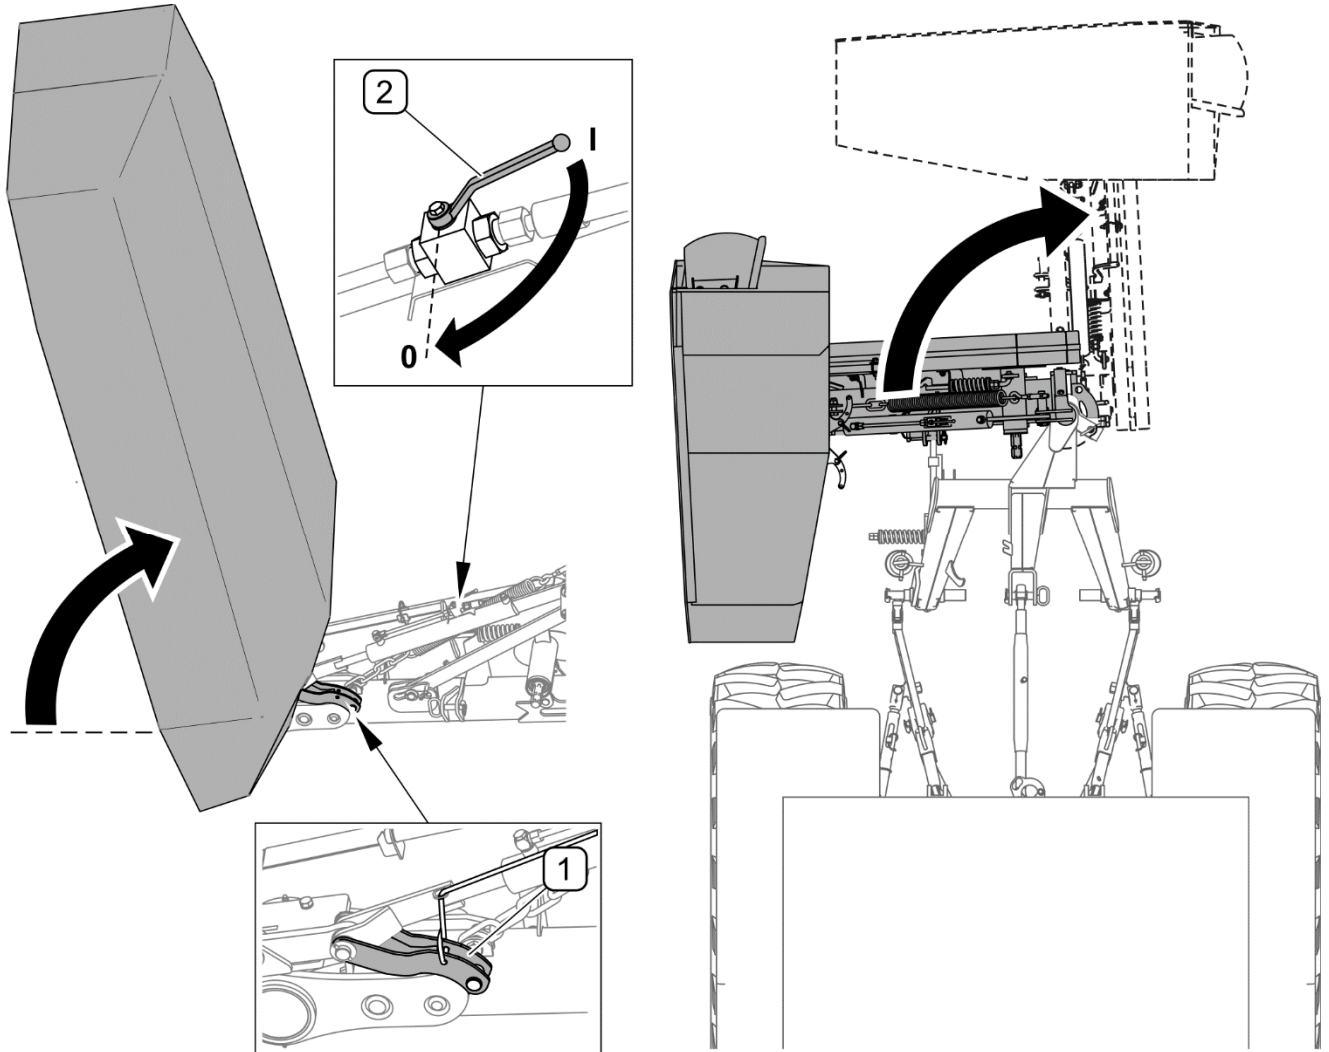

ABBILDUNG 4.4 Einstellen der Transportposition
- Durch Bedienung des entsprechenden Hydraulikkreises den Tragrahmen anheben, bis die Sperrklinke (1) einrastet (ABBILDUNG 4.4),
- Das Ventil (2) des Hydraulikzylinders schließen.
- Durch Bedienung des entsprechenden Hydraulikkreises den Tragarm anheben, bis die Sperrklinke (1) einrastet (ABBILDUNG 4.4), das Ventil (2) des Hubzylinders schließen,
- Das Ventil (2) des Hubzylinders schließen (ABBILDUNG 4.4).
Während des Transports des am Schlepper angehängten Mähwerks muss sich das Ventil (2) des Hydraulikzylinders (ABBILDUNG 4.4) in der Stellung „0 – geschlossen“ befinden.